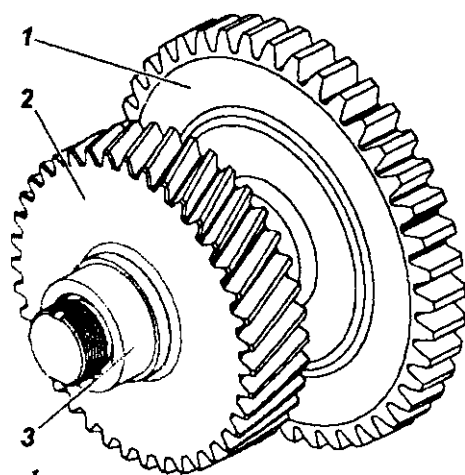

Рис. 7.5. Промежуточный вал в сборе:
Съемником выпрессуйте промежуточную шестерню 2 (рис. 7.5) совместно с внутренним кольцом 3 подшипника.
1. Напрессуйте промежуточную шестерню 2 (см. рис. 7.5) на промежуточный вал I.